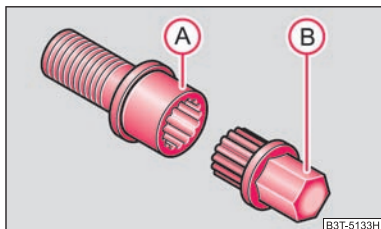

Fig. 203 Imagine: Șurub de siguranță cu adaptor
- Introduceți adaptorul (B) cu partea zimțată până la limită pe interiorul zimțat al șurubului de siguranță (A), astfel încât să se mai vadă numai partea hexagonală ⇒ fig. 203.
- Împingeți cheia de roată până la capăt, pe adaptor (B).